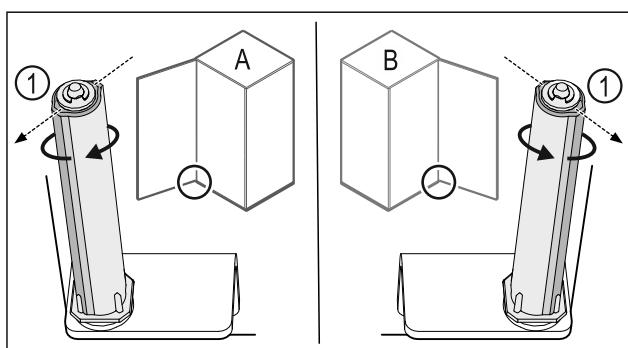

Fig. 45 Отваряне наляво (A) / отваряне надясно (B)
- ▶ Въртете затварящата система срещу съпротивлението, докато реброто на затварящата система Fig. 45 (1) сочи навън.